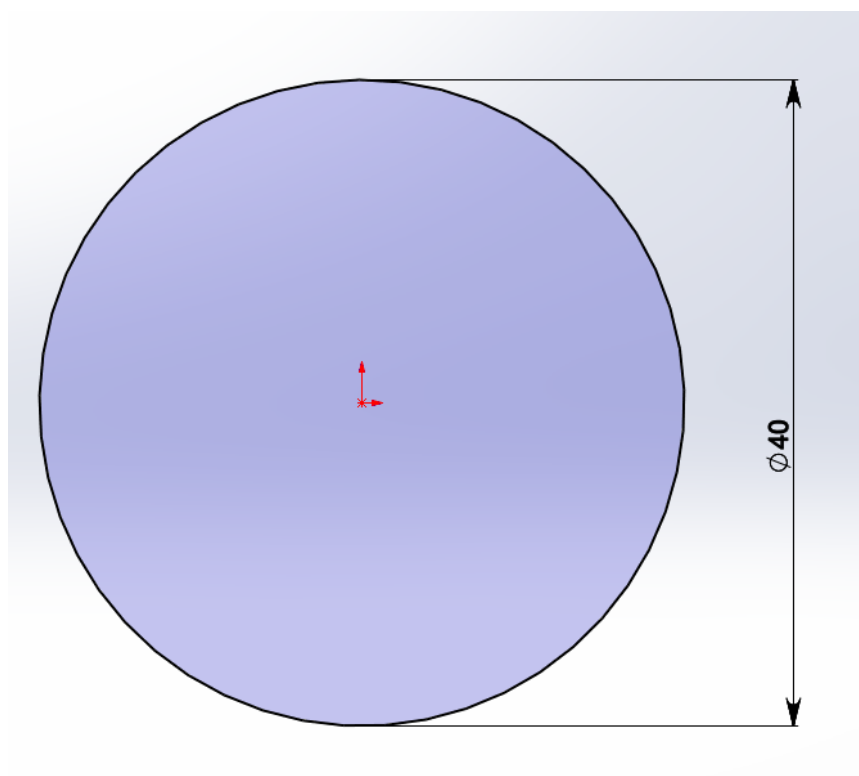

Рис. 4. Построение эскиза
5. Используя инструмент **Эскиз – Окружность** , строим произвольную окружность с центром в начале координат. С помощью **Автоматического нанесения размеров**  фиксируем размеры окружности, используя табличные размеры своего варианта **$B = 12$ мм** (рис. 4).